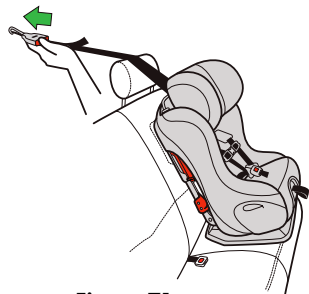

Figure 71
- Allongez la courroie d'ancrage supérieure en appuyant sur le bouton de réglage/déverrouillage sur la Sangle d'Ajustement tout en tirant la sangle, tel qu'illustré dans la **Figure 71**.